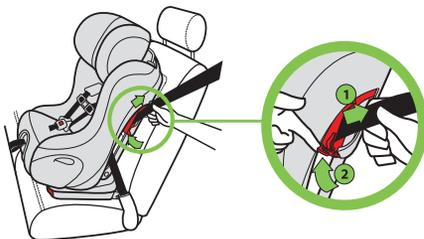

Figura 85
- Mientras mantiene apretado el cinturón del vehículo, cierre los dos broches para la posición viendo hacia adelante, como se muestra en la **figura 85**.